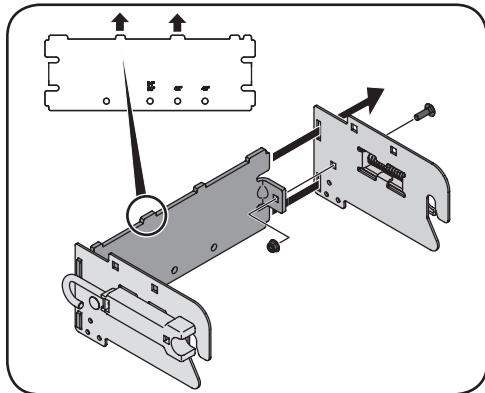

Figura 1-1
- Inserte los extremos del soporte posterior a través de las estrechas ranuras de la parte posterior de cada soporte lateral. Vea la Figura 1-1.
- Asegure las lengüetas dobladas del soporte posterior a los soportes laterales con un tornillo de carro (Ref. n°7) y tuerca de seguridad de nylon (Ref. n°9). Vea la Figura 1-1.
NOTA: Los pestillos de los soportes laterales deben colocarse con la abertura hacia abajo del lado exterior del soporte y las lengüetas del soporte posterior deben estar hacia arriba. Vea el recuadro de la Figura 1-1.